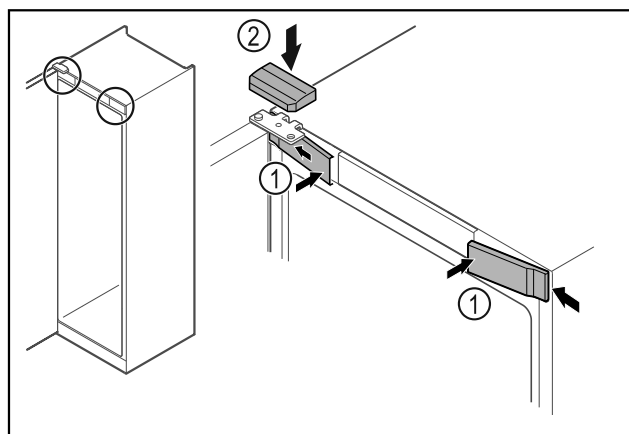

Fig. 27
- Klik de forreste afdækninger Fig. 27 (1) i på siden, og lad dem gå i hak.
- Klik på den øverste afdækning Fig. 27 (2) på ovenfra.